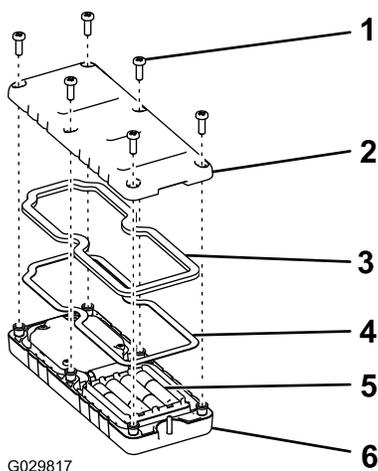

Figura 6
2. Ligue cada pilha num encaixe terminal observando a devida polaridade (Figura 6).
3. Certifique-se de que a junta de aço e o vedante de borracha estão encaixados no canal no comando remoto e volte a colocar a tampa traseira (Figura 6).
4. Prenda a tampa com seis parafusos (Figura 6) e aperte-os com uma força de 1,5 a 1,7 Nm.